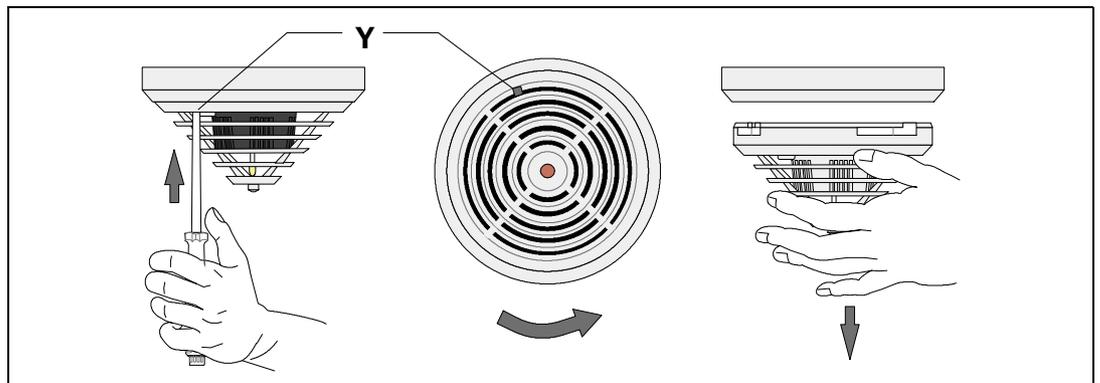

Рисунок 4.2 Извлечение извещателя (заблокированный извещатель)
Заблокированная головка извещателя отсоединяется посредством вставки отвертки в разблокирующее отверстие (Y), чтобы защелка подалась вперед; одновременно головку извещателя нужно повернуть влево (см. Рисунок 4.2).